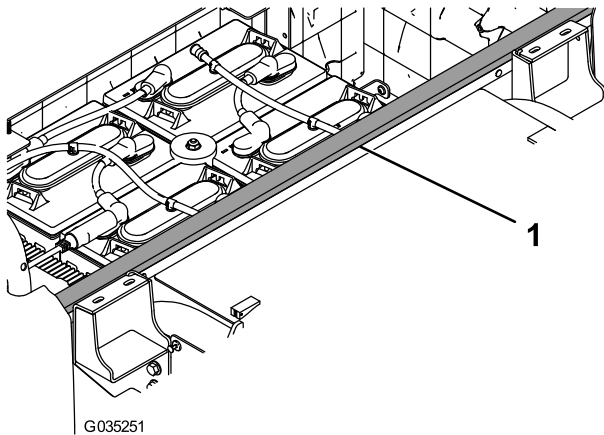

Figura 8
1. Retire la parte posterior de la junta trasera de espuma y fíjela a la máquina, tal y como se muestra en la Figura 8.